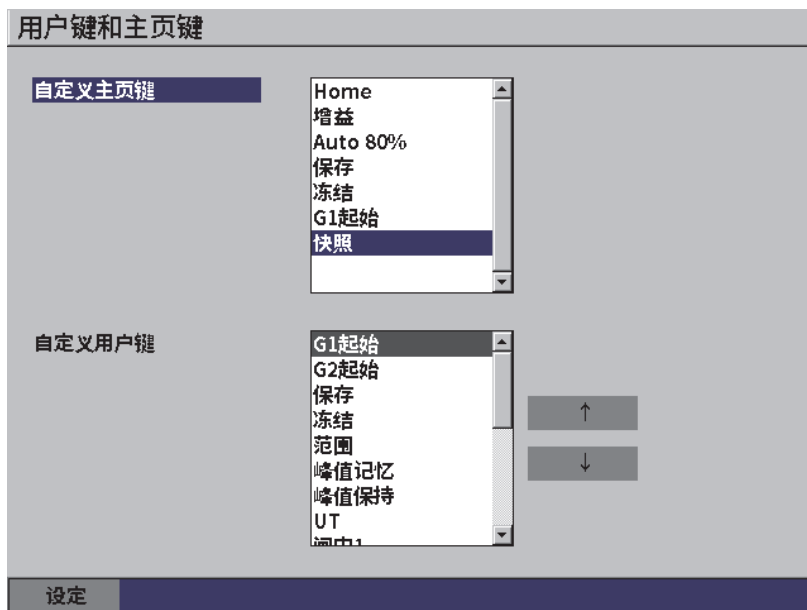

图 5-5 自行定制用户键的设置页
用户可以在**用户键**和**主页键**设置页中更改先按下档键，再按制表键的操作结果（参见第 57 页的图 5-5）。
1. 打开用户键和主页键设置页（参见第 57 页的图 5-5）。